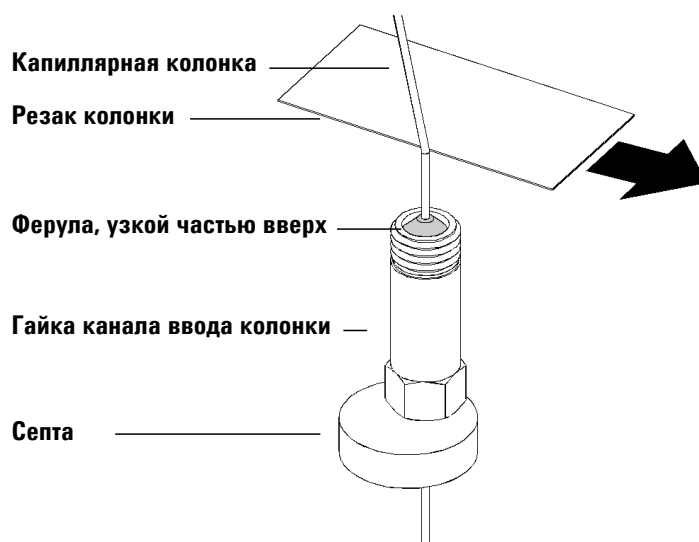

Рис. 2 Подготовка капиллярной колонки к установке
- 2 Наденьте септу, гайку колонки и откондиционированную ферулу (работая в чистых перчатках) на свободный конец колонки (Рис. 2). Зауженный конец ферулы должен находиться в обратном направлении по отношению к гайке колонки.